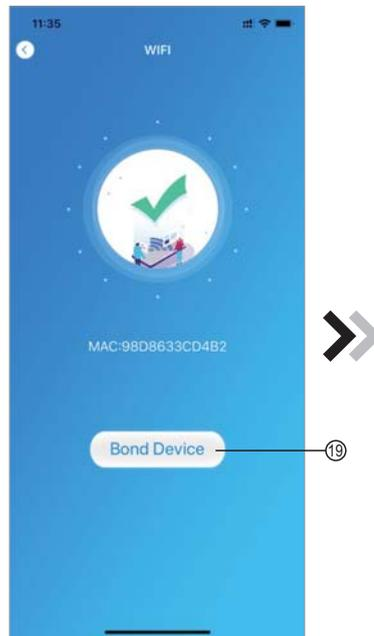

Fig.14 Interface du dispositif de liaison
4. Retourner la page pour configurer l'interface réseau (Fig. 14), cliquer (16) pour rejoindre le réseau WLAN, cliquer (17) pour annuler, cliquer (18) pour tourner la page suivante (Fig. 13); cliquer (19) pour relier le dispositif (Fig. 14);